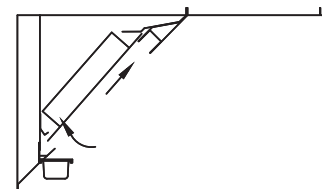

Fig. 21
1. Enfiler le rebord supérieur du filtre secondaire dans la goulotte de filtre arrière supérieure, comme sur la Fig. 21.